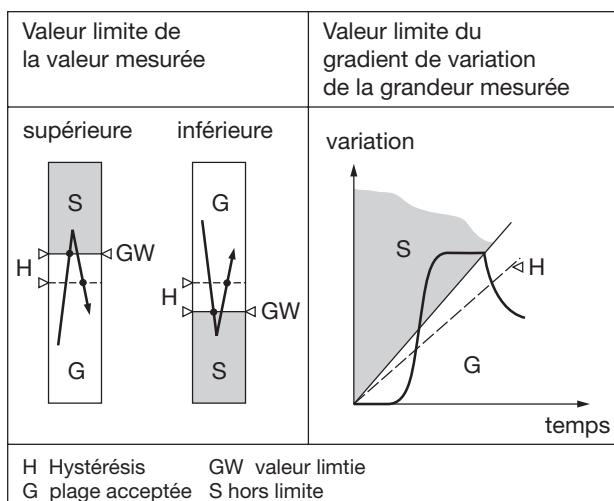

Fig. 3
- Pour surveiller une valeur haute ou basse de la grandeur mesurée située entre -10 et +110%2 (voir fig. 3 à gauche)
- entre ± 1 et ± 50%2/s (voir fig. 3 à droite)